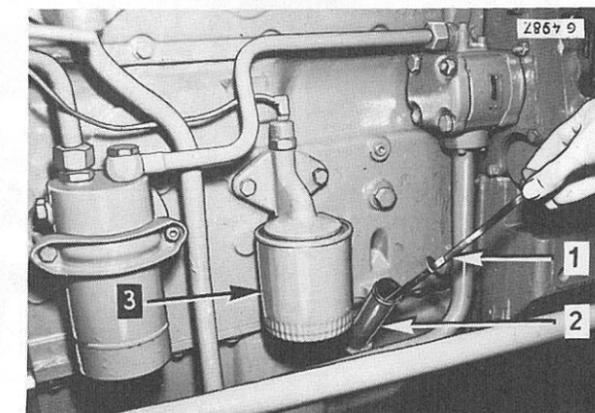

Fig. 3
Pour obtenir des indications précises, attendez que l'huile s'écoule dans le carter inférieur. Retirez la jauge et nettoyez-la. Vérifiez le niveau d'huile, et au besoin, ajoutez de l'huile par le tube de remplissage (2) Fig. 3, jusqu'à ce que le niveau parvienne au repère "MAX" de la jauge. Remettez la jauge en place.